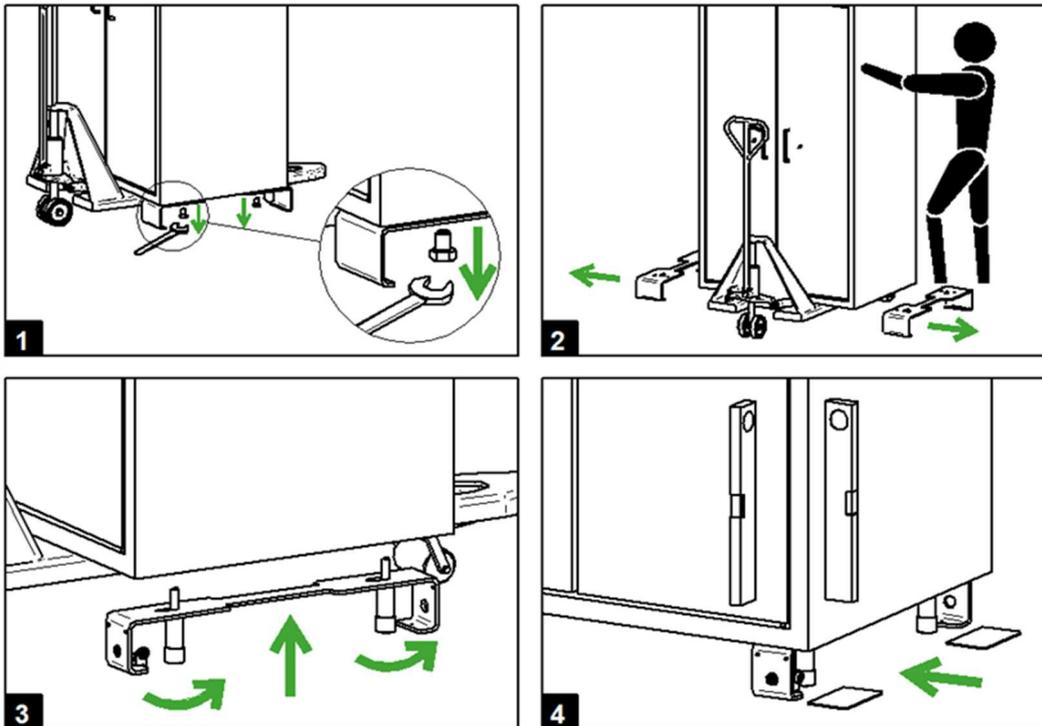

Abb. 14: Stellfüße und Standkufen montieren
- ➔ Mitgelieferte Distanzplatten aus Stahl unter Stellfuß/Standkufe platzieren (Abb. 14, 4).